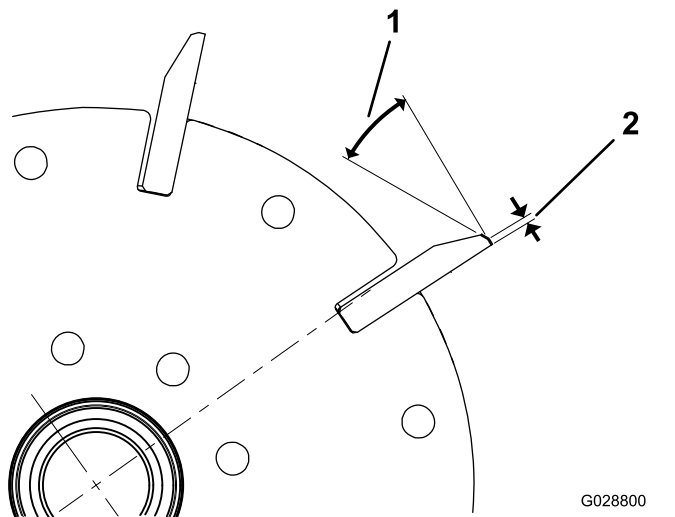
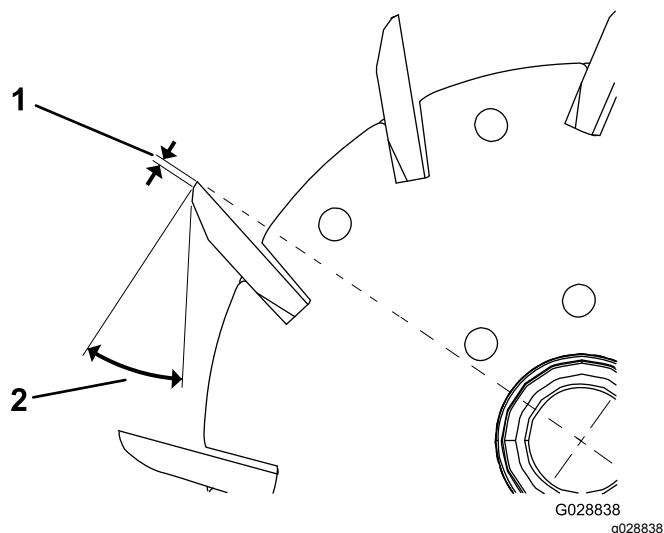

Figura 23
Figura 24
1. Applicare una rettifica di 30 gradi su tutte le lame dei cilindri fino a quando la larghezza a terra non è pari a 1,3 mm (**Figura 23** e **Figura 24**).